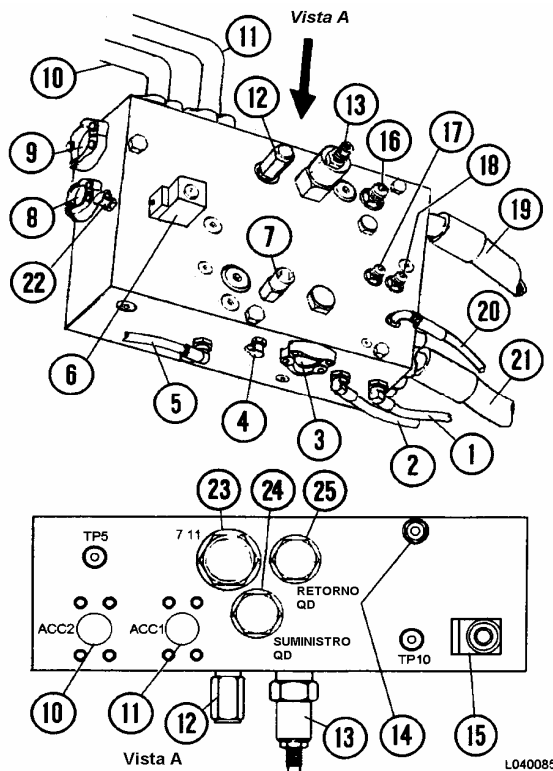

FIGURA 6-1. MULTIPLE DE PURGA
2. Saque la cubierta protectora del múltiple. Desconecte los cables de los solenoides (6, Figura 6-1) y (15), y del interruptor de presión (7).